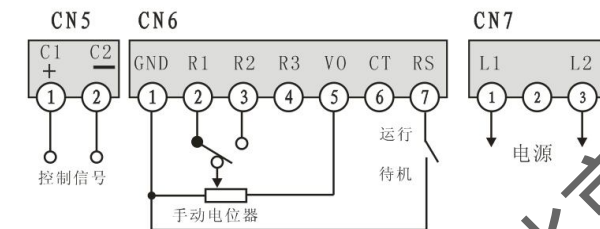

图5：手动及自动组合接线图
5.3.1.2 手动调整：按图 5 接线，外接 10K Ω 手动电位器。电位器的两个固定端分别接 V0、GND 端，滑动端接 R1 端。调整手动电位器，负载电压调整范围为 0~100%。此时，负载电压、电流应均匀变化且三相平衡。